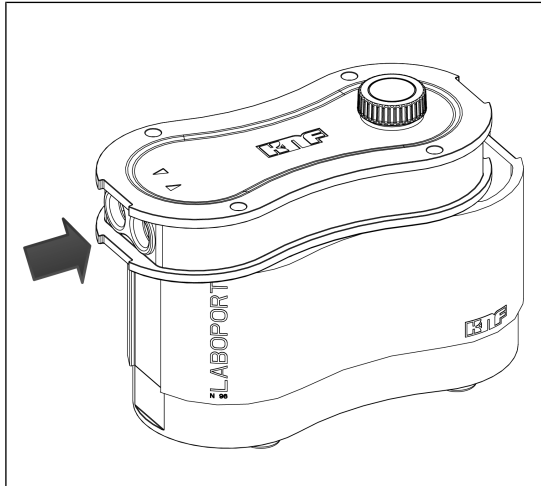

Abb.12: Gehäusedeckel über Gasanschlüsse schieben (Pumpe schließen)
2. Schieben Sie den Gehäusedeckel (2) über die Gasanschlüsse bis die Geometrie des Gehäusedeckels (2) mit der des Pumpengehäuses (3) übereinstimmt (siehe Abb. 12).